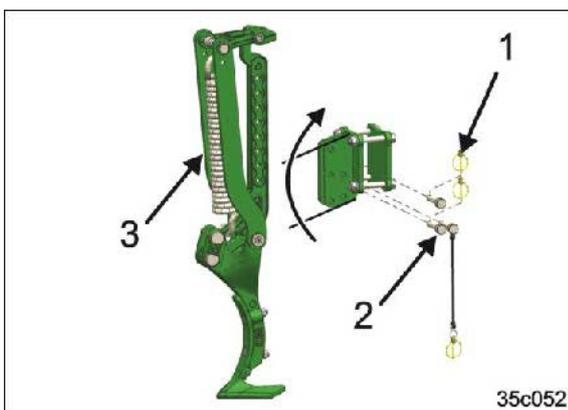

图 119
1. 去掉所有制轮楔（图 119/1）
3. 移除定位销（图 119/2）